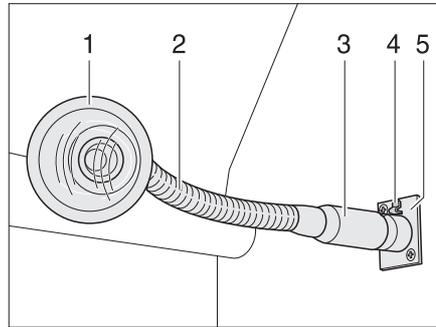

Bild 104 Steckdose mit eingesteckter Leuchte
- Steckleuchte am Fuß (Bild 104,3) fassen.
- Entriegelungsknopf (Bild 104,4) drücken.
- Steckleuchte (Bild 104,1) aus der Steckdose (Bild 104,5) ziehen.
- Steckleuchte am "Schwanenhals" (Bild 104,2) (sofern vorhanden) oder am Gehäuse fassen und schwenken.